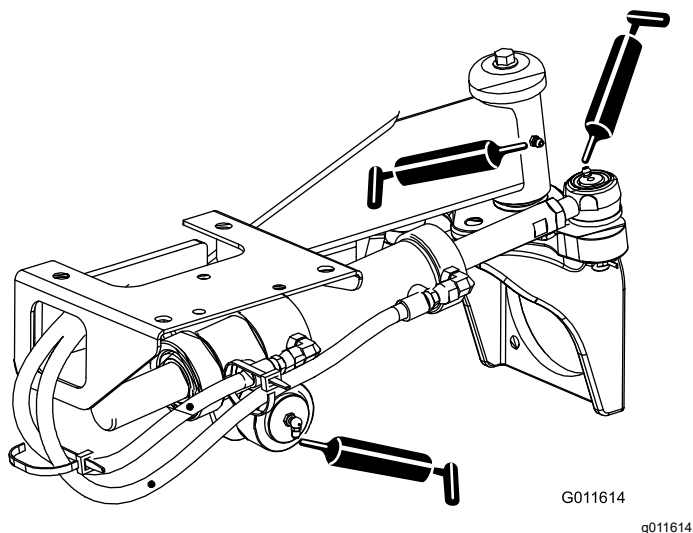

Figura 46
- Rótulas do cilindro de direção (2) e eixo traseiro (1) – Figura 46